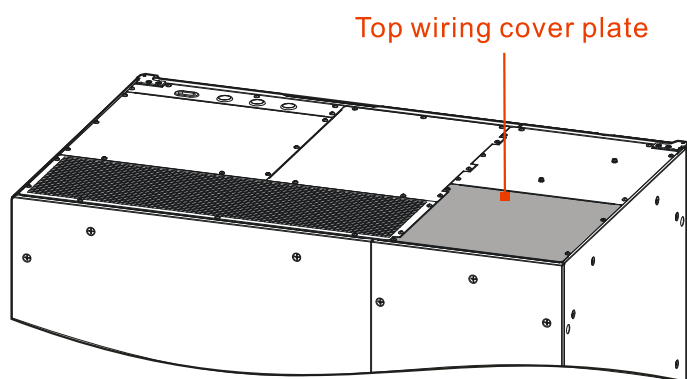

Рисунок 3.36 Расположение верхней крышки KR33800, закрывающей зону электрических подсоединений
Step 2 С помощью крестовой отвертки открутите болты в верхней крышке (см. Рисунок 3.36) и снимите её.